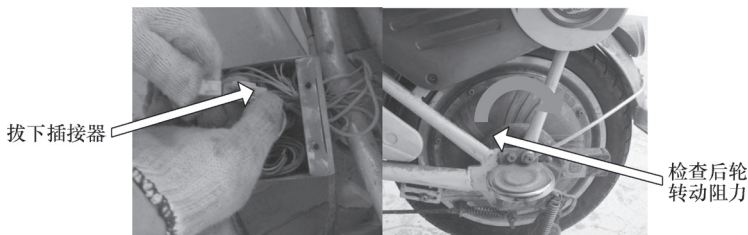

图 7-34 拔下插接器后转动后轮
4) 此时，将电动机与控制器相连的两根导线从插接器处拔下，转动后轮（如图 7-34 所示），用万用表测量电动机的正、负极引线间的电阻，发现其电阻值波动较大，表明电动机故障。